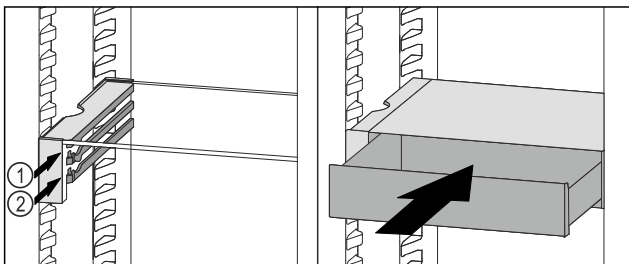

Fig. 78
- Placer le tiroir VarioSafe derrière les butées sur la nervure désirée Fig. 78 (1) ou Fig. 78 (2).